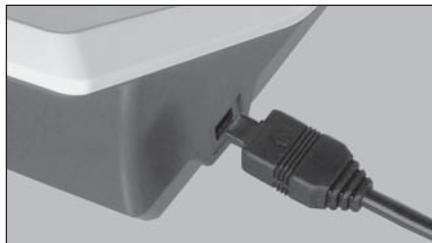

Fig. 1
- 1) Disposez la fiche de l'adaptateur CA de sorte que la marque → se trouve sur la face inférieure, et insérez-la ensuite dans la prise d'adaptateur CA située sur le côté du boîtier de contrôle. (Fig.1)